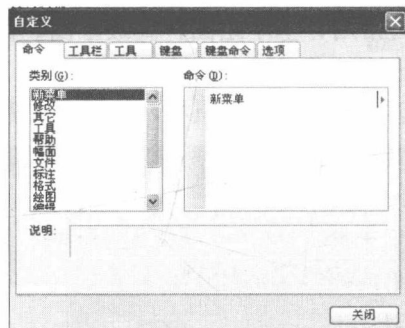

图 1-21 “自定义”对话框
- (2) 在菜单中选择“自定义”命令，系统会弹出如图 1-21 所示的“自定义”对话框。